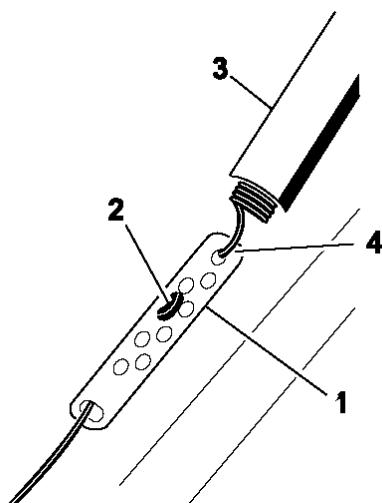

Рисунок 22
1. Отодвиньте крышку пружины и отцепите пружину от соединительного звена (Рис. 22)